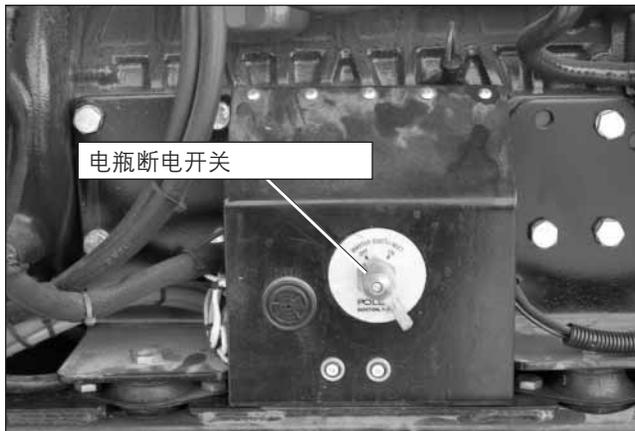

图 10.1 – 电瓶断电开关
1. 将电瓶断电开关(请参见图 10.1)置于 ON 位置。